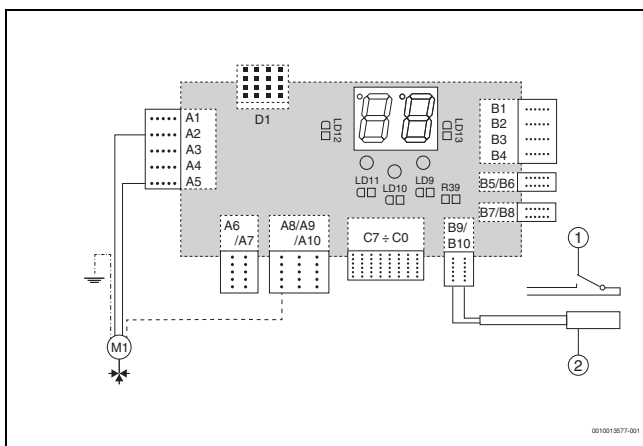

Bild 1 Anschluss des 3-Wege-Ventils für die Funktion der Steuerung des Warmwassers oder der Ersatzquelle
- ▶ Kabel des Stellglieds an die Elektronik des Heizkessels entsprechend Schaltplan anschließen (→Abb. 1). Die verbleibenden Adern isolieren (es handelt sich um interne Kontakte des Stellglieds).
- ▶ Fühler an den Klemmen B9-B10 der Elektronik entsprechend dem Schaltplan anschließen (→Abb. 1). An den Klemmen und den Fühlerkabeln muss keine Polarität eingehalten werden.